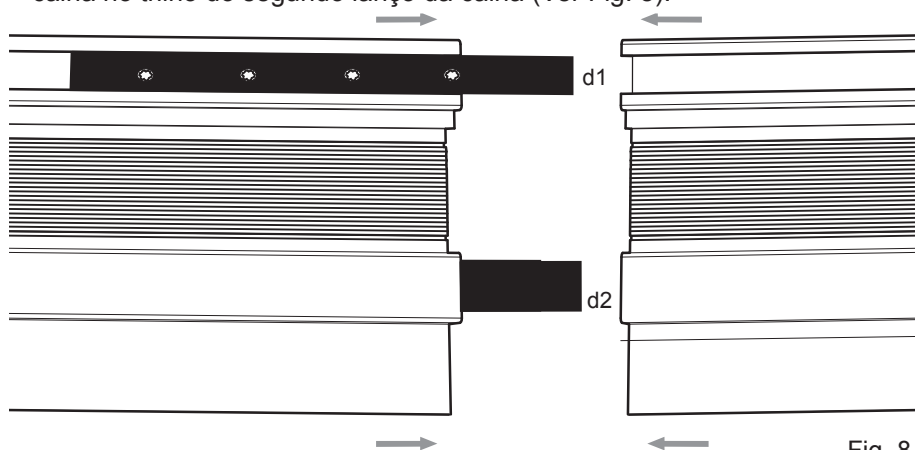

Fig. 8
7. Encaixe os extremos livres dos acessórios conectores do primeiro lança da calha no trilho do segundo lança da calha (Ver Fig. 8).